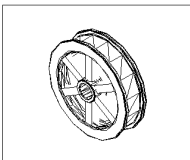

图 13-38
(8) 对上述板筋进行镜像处理。选择 `Modify`→`3D Operation`→`Mirror 3D`。在小轮的另一侧复制同样的板筋。单击  按钮或者在命令行直接输入 `hide`。选择 `View`→`3D Views`→`SW Isometric` 命令, 结果如图 13-38 所示。